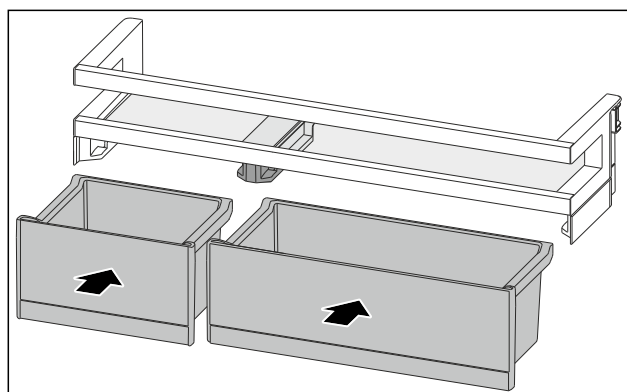

Fig. 153
- Vendosni kutitë VarioBox në rendin e kundërt. (shihni Fig. 153)